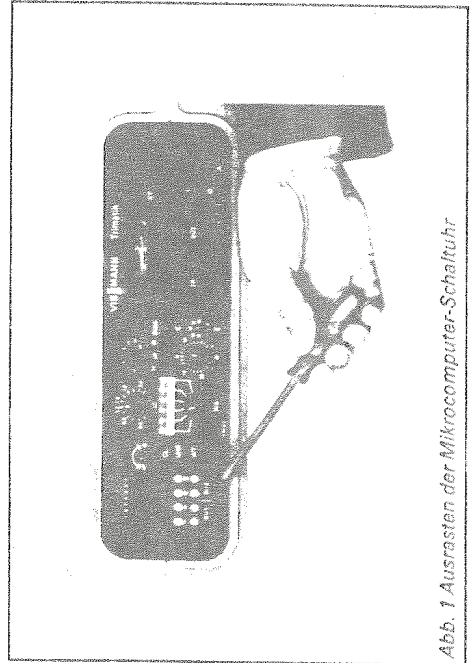

Abb. 1 Ausrasten der Mikrocomputer-Schaltuhr
2. Schaltuhr mit einem kleinen Schraubendreher nach vorn ausrasten (an den entsprechenden Aussparungen rechts, links und unterhalb der Schaltuhr), und Schaltuhr herausziehen (Abb. 1).